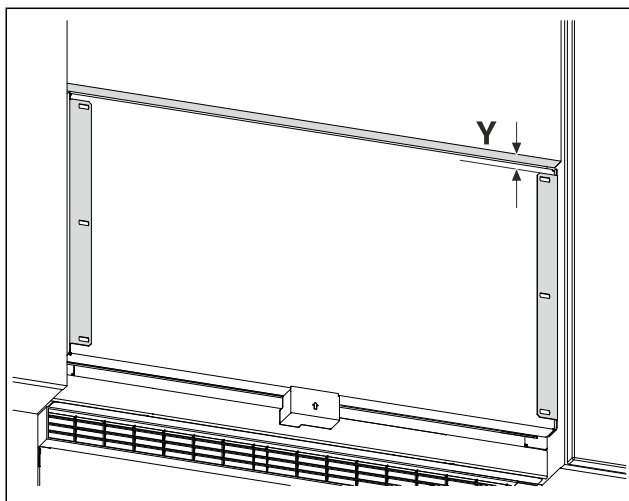

Fig. 24 Beispielhafte Darstellung
- Abstand Fig. 24 (Y) von Unterkante Möbeltür zum Haltewinkel messen.